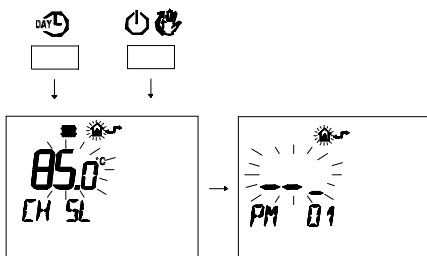

Figura 5.38
- Premere contemporaneamente i pulsanti DAY e P per entrare nella programmazione trasparente (Figura 5.38).